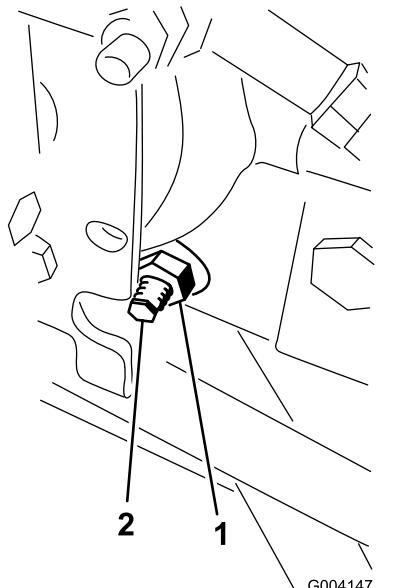

図 79
3. ハイドロスタッフの右側にあるトラクション調整カムのロックナットをゆるめる図79。